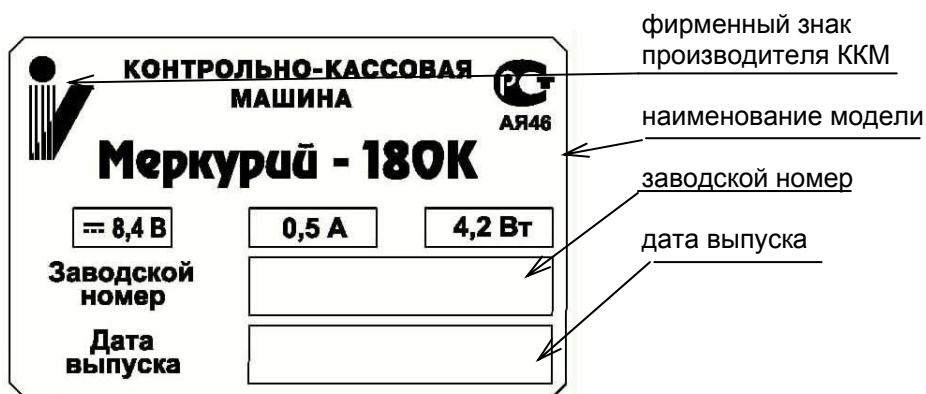

Рис. 1.
- 4.1.3.4. Проверить наличие фирменного знака производителя ККМ. Образец шильдика приведен на рис. 1.
- для строки «Фирменный знак производителя ККМ» в случае его наличия и соответствия его знаку, приведённому на рис. 1, поставить «+», отсутствия – «-», в остальных случаях – сделать запись «не соответствует» и в графе «Примечания» дополнительно указать обнаруженные отличия.